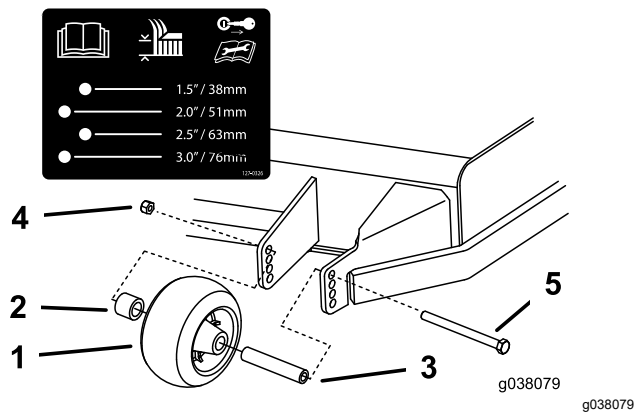
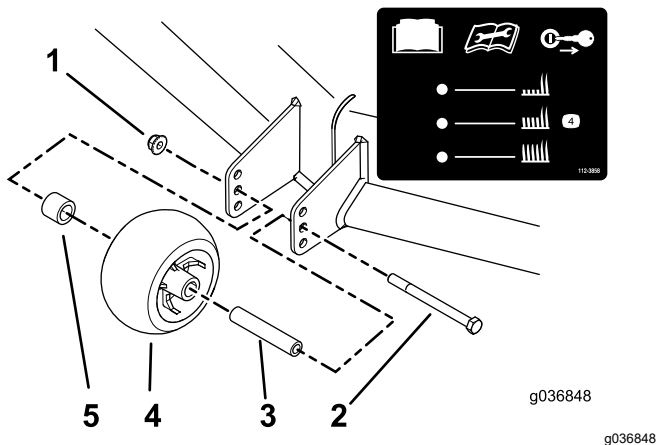

Figura 35
Figura 36
- Ajuste los rodillos protectores del césped como se muestra en la Figura 35 o la Figura 36.